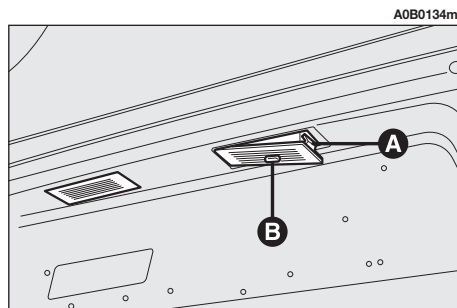

fig. 54
– Sortir le groupe éclairer de plaque en agissant avec un tournevis à lame plate et protégé avec un chiffon sur l'arrêt (**A-fig. 54**).
– Sortir le groupe (**B-fig. 54**).
– Remonter le groupe complet (**B-fig. 54**) en introduisant d'abord les ailettes de fixation et en appuyant ensuite sur l'arrêt (**A-fig. 54**).